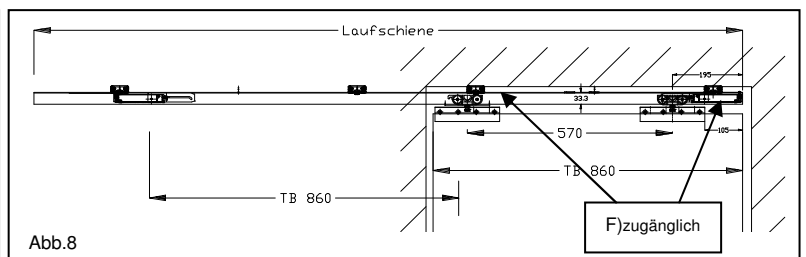
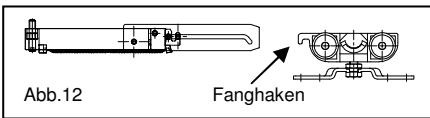

Abb.8
Abb.12
8. Nun müssen die Linsenschrauben M4x6mm entfernt werden. Die Laufschiene hängt nun lose in den Tragbolzen. Die Laufschiene wird grundsätzlich nur mit zwei Sicherungsschrauben im Bereich des Durchganges (Abb.8) an zwei Revisionsklammern (F) gesichert. Achtung: Bleibt die Laufschiene montiert, müssen unbedingt die hinteren Linsenschrauben entfernt sein sonst kann die Schiene zu revisionszwecken nicht mehr demontiert werden.
11. Laufschiene bereitlegen und gem. Abb.15 die Soft-Stop-Einheiten und Rollwagen mit Tragschrauben nacheinander einschieben. Der Fanghaken schaut immer in Richtung Soft-Stop-Einheit (Abb.12)!
12. Legen Sie nun die Position der hinteren Soft-Stop-Einheit (C) fest. Je nach Griffbeschlag, Montageposition der Zarge und der geplanten Einschiebtiefe des Türblattes muß die Dämpfungseinheit auf der Schiene positioniert und gekontert werden.
13. Die hintere Dämpfungseinheit (C) wird vorgespannt.
15. Mit den Linsenschrauben M4x10mm wird die Schiene nun an den beiden (im Durchgang befindlichen) vorderen Revisionsklammern (F) siehe Abb.8 gesichert.